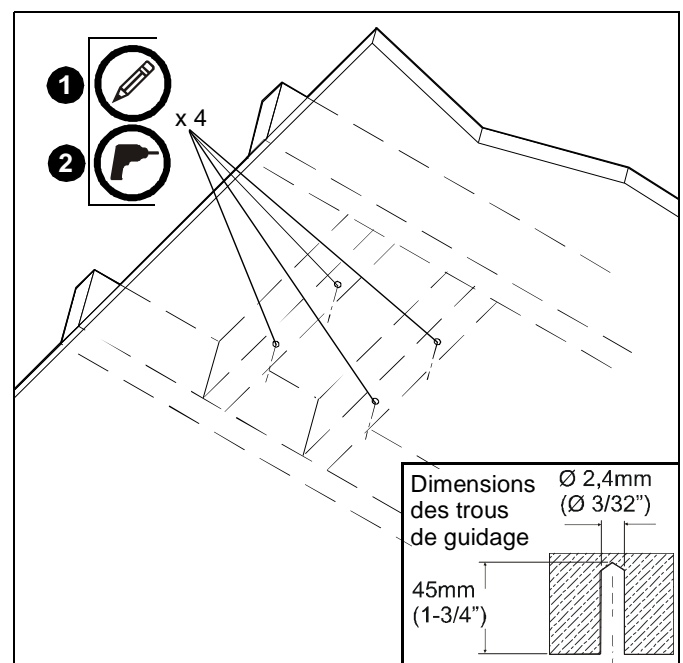

Figure 6
1. En utilisant le RPME comme guide, marquez les quatre emplacements des trous de montage. (Voir la Figure 6)